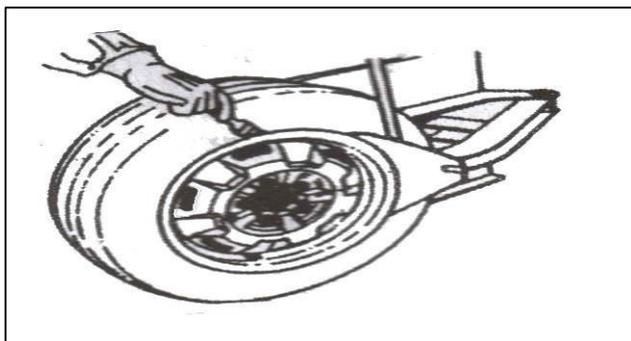

Рис. 18
4.1.2 Поместите шину между режущей пластиной разъединения борта и стопором бегунка прессы для монтажа и демонтажа шины. (Рис. 18)